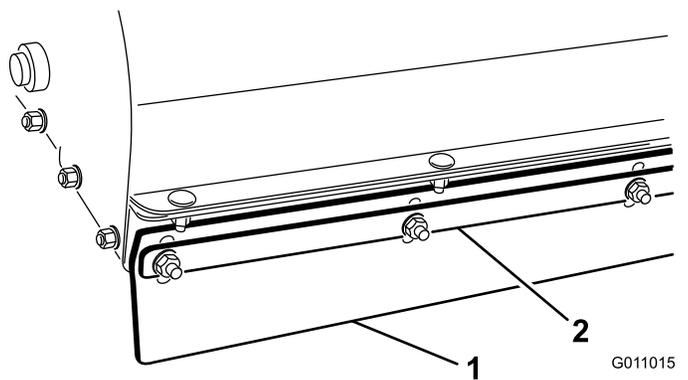

Рисунок 23
1. Ослабьте гайки крепления металлической полосы и передней заслонки к корпусу уборочной машины (Рисунок 23).